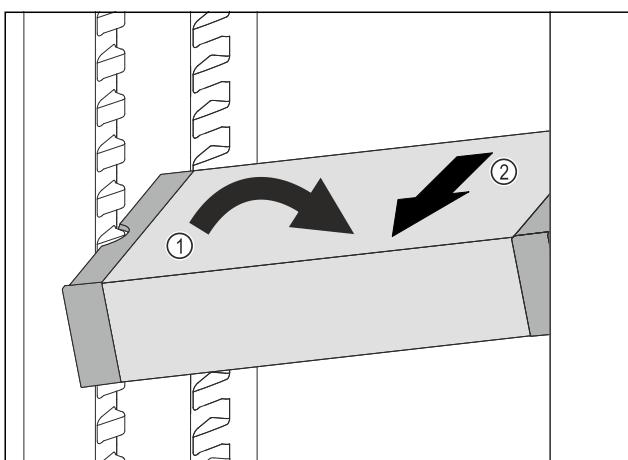

Fig. 58
- Наклонете VarioSafe в хладилната част. Fig. 58 (1)
- Извадете VarioSafe напред. Fig. 58 (2)